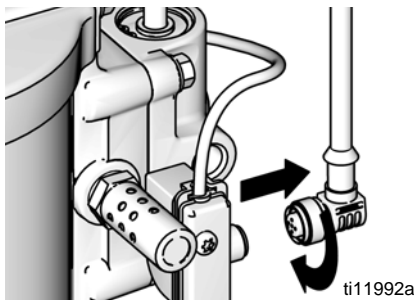

FIG. 9. Koppel DataTrak los
1. Schroef de kabel los van de achterkant van de bladveerschakelaar. Zie FIG. 9.